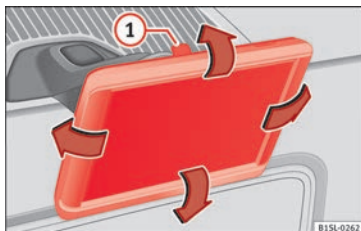

Fig. 94 Na consola central: desmontagem do navegador.
A inclinação e o ângulo de visão podem ajustar-se movendo o navegador até à posição desejada » **Fig. 94** » **①**.